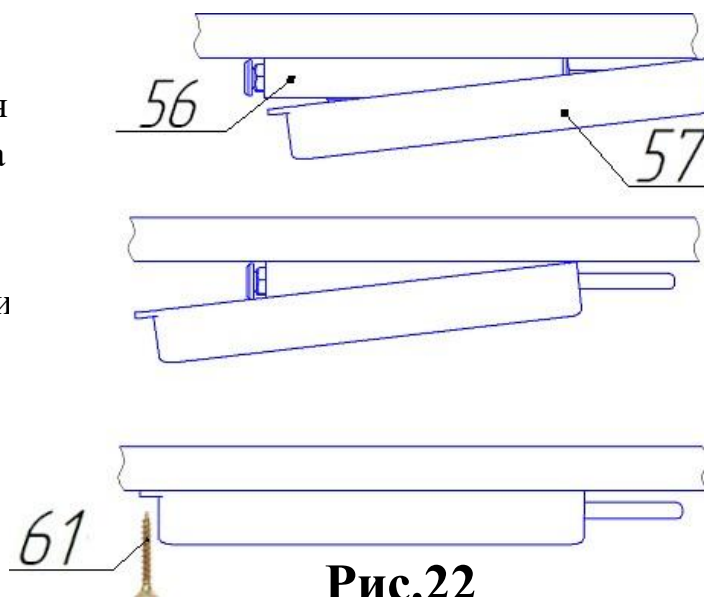

Рис.22
1. Надеть на толкатель поз.56 кожух толкателя поз.57 (см.рис.22).
2. После установки кожуха толкателя закрепить его с помощью самореза соответствии с рис.22.